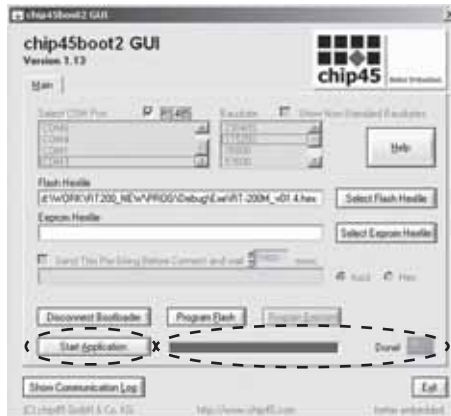

Рис. 31.
14. Убедиться в окончании процесса загрузки – полная синяя шкала, и сообщение «**DONE!**» + «**Зеленый индикатор**», Рис. 31;
15. Нажмите «**Start Application**», Рис. 31;